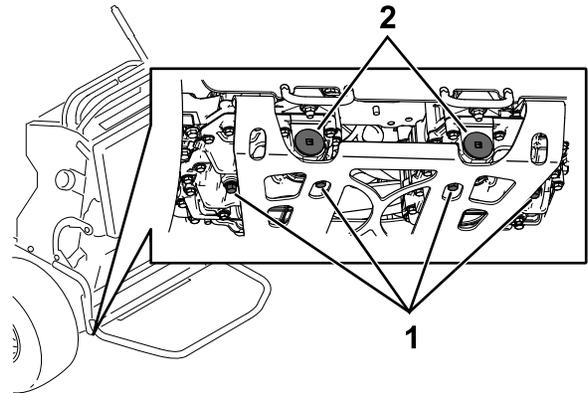

Bild 85
5. Stellen Sie eine Auffangwanne unter die Ablassschraube an der Unterseite jedes Getriebes (Bild 85).